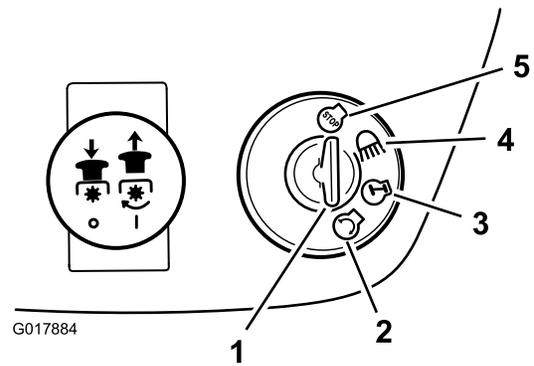

Figure 10
7. Tournez la clé de contact dans le sens des aiguilles d'une montre et maintenez-la en position de Démarrage (Figure 10).